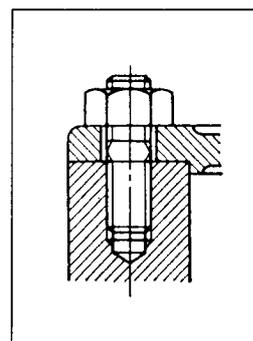

Рис. 5.
- (5) На рис. 5. изображен глухой болт.